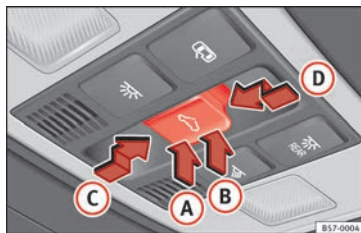

Fig. 140 Dans le ciel de pavillon : touche du toit ouvrant.
La touche  **fig. 140** présente deux niveaux. Le premier niveau permet de situer le toit en position déflectrice, d'ouvrir ou fermer entièrement ou partiellement le toit ouvrant.
- *Toit ouvrant* : avant que ne s'écoulent environ 5 secondes à partir de l'activation du dispositif anti-pincement, appuyez sur la touche  **fig. 140** jusqu'au second niveau dans le sens de la flèche **fig. 140**  jusqu'à ce que le toit se ferme complètement.